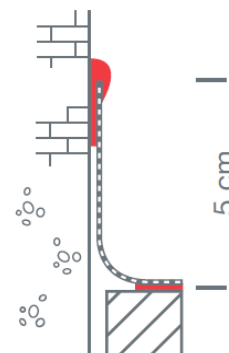

Fig. 1 – Collage au moyen de GISCOFIX EPDM-SEAL
5.4.1.1 Au moyen de GISCOFIX EPDM-SEAL (figure 1)